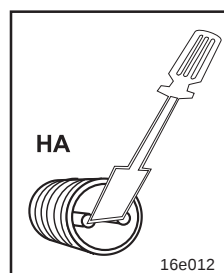

Fig. 4.1
- Reliez plusieurs fois les pôles de la prise de connexion avec un petit tournevis (voir fig. 4.1).